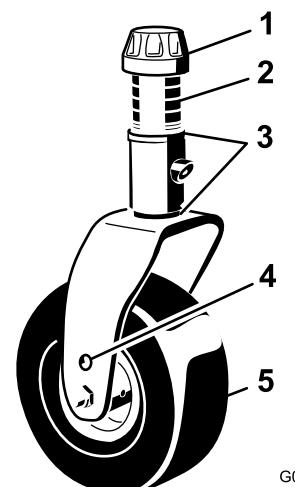
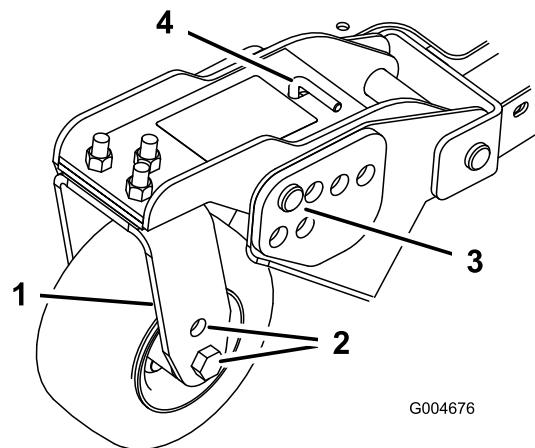
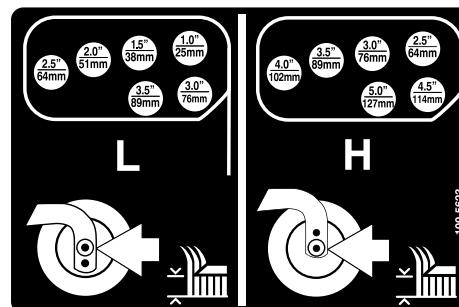

Figura 20
Figura 22
Figura 23
1. Posizionate gli assali delle ruote orientabili negli stessi fori di tutte le forcelle (Figura 20 e Figura 22).
2. Togliete il tappo tenditore dall'asse del fusello ed estraete il fusello dal braccio della ruota orientabile (Figura 20).
5. Togliete la coppiglia ed i perni con testa dai bracci di rotazione delle ruote orientabili (Figura 22).
6. Girate il tenditore per alzare o abbassare il braccio di rotazione finché i fori non sono allineati con i fori della staffa dell'altezza di taglio selezionati, nel telaio del piatto di taglio (Figura 22 e Figura 23).